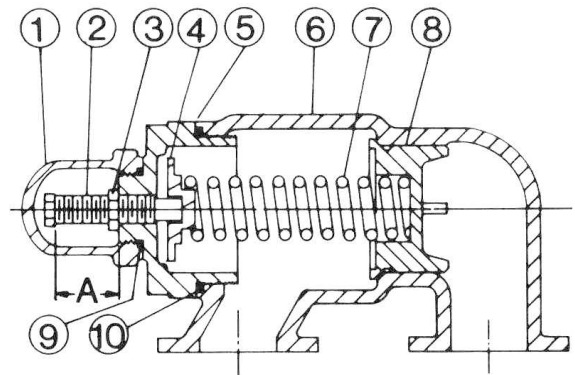

FIGURA 21
2. Mida y anote la longitud del tornillo de ajuste. **Ver "A" en la Figura 21, página 11.**